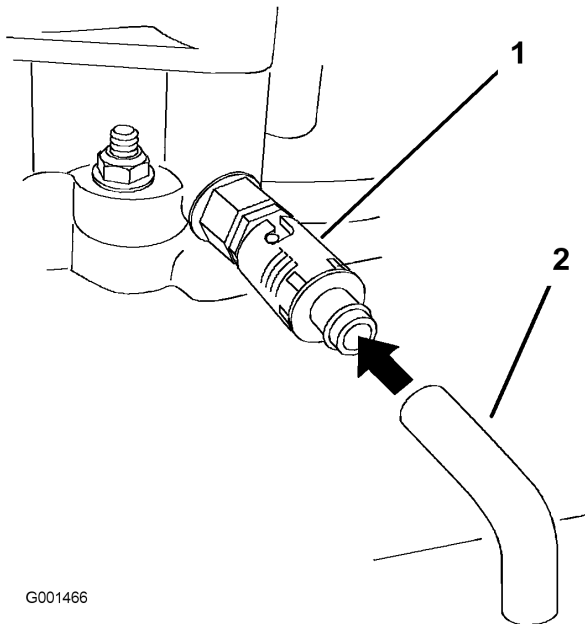

Figura 27
6. Coloque un recipiente debajo del tubo de vaciado. Gire la válvula de vaciado para que se drene el aceite (Figura 27).
- Retire el tubo de vaciado (Figura 27).